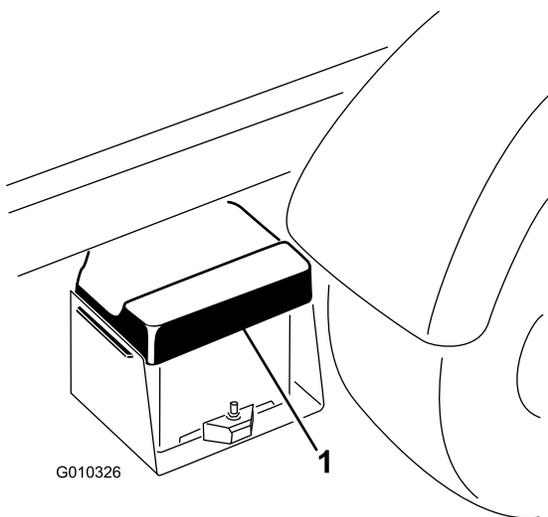

図 48
1. バッテリーカバーを握り込んで、タブをバッテリーベースから外す。バッテリーベースからバッテリーを取り外す（図 48）。